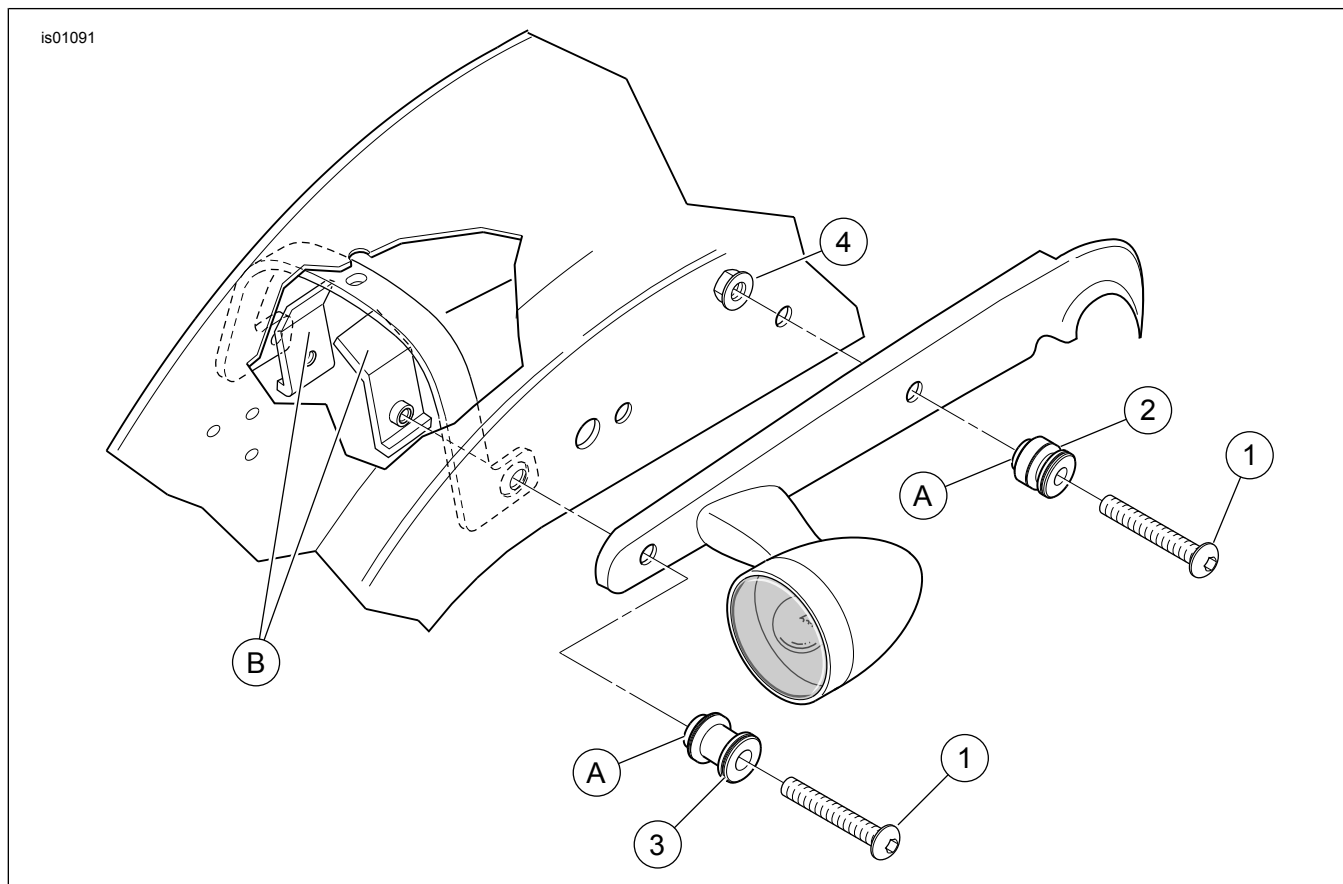

Figura 2. Parti di ricambio: bulloneria di ancoraggio
Vedere Figura 2 e Tabella 1.
2. Rimuovere la vite posteriore (2) e il dado prigioniero (4) dal coperchio del sostegno del parafrangente posteriore. Gettare la vite ma conservare il dado prigioniero.
3. Vedere Figura 2. Procurarsi dal kit un punto di ancoraggio anteriore (2), una vite (1) e un dado bloccante (4). Prendere nota del collare con diametro ridotto su un lato del punto di ancoraggio. Collocare il punto di ancoraggio sulla filettatura della vite con l'estremità con il collare più lontano dalla testa della vite. Collocare sulle filettature della vite alcune gocce di Loctite[®] 243 (blu). Inserire la vite nel foro più avanzato del sostegno del parafrangente posteriore, installando il collare sul punto di ancoraggio verso il foro. Avvitare un dado bloccante sulle filettature della vite da sotto il parafrangente. Serrare il dado bloccante ad una coppia di 20 N·m (15 ft-lbs).
4. Procurarsi dal kit un punto di ancoraggio posteriore (3) e una vite (1) e il dado prigioniero tolto precedentemente. Prendere nota del collare con diametro ridotto su un'estremità del punto di ancoraggio. Collocare il punto di ancoraggio sulla filettatura della vite con il lato con il collare più lontano dalla testa della vite. Collocare sulle filettature della vite alcune gocce di Loctite 243 (blu). Inserire la vite nel foro più arretrato del supporto del parafrangente posteriore, installando il collare sul punto di ancoraggio verso il foro. Installare il dado prigioniero sulle filettature della vite da sotto il parafrangente. Serrare la vite ad una coppia di 20 N·m (15 ft-lbs).